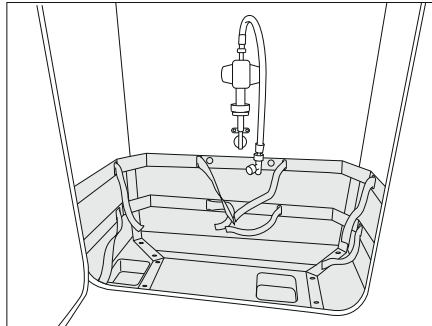
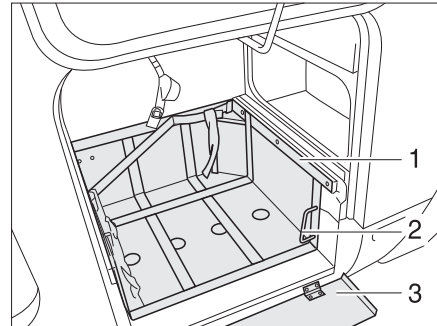

Bild 229 Gaskasten
Bild 230 Gaskasten, mit ausziehbarem Schlitten
- Wenn ein Schutzblech vorhanden ist, das Schutzblech (Bild 230,3) nach unten klappen.
- Den Schlitten (Bild 230,1) über den Griff (Bild 230,2) entriegeln.
- Schlitten (Bild 230,3) bis zum Anschlag herausziehen.
- Griff (Bild 230,2) zurückdrehen.
- Den Schlitten (Bild 230,3) über den Griff (Bild 230,2) entriegeln.
- Schlitten (Bild 230,3) bis zum Anschlag einschieben und Griff (Bild 229,2) zurückdrehen.
- Wenn ein Schutzblech vorhanden ist, das Schutzblech (Bild 230,1) nach oben klappen.